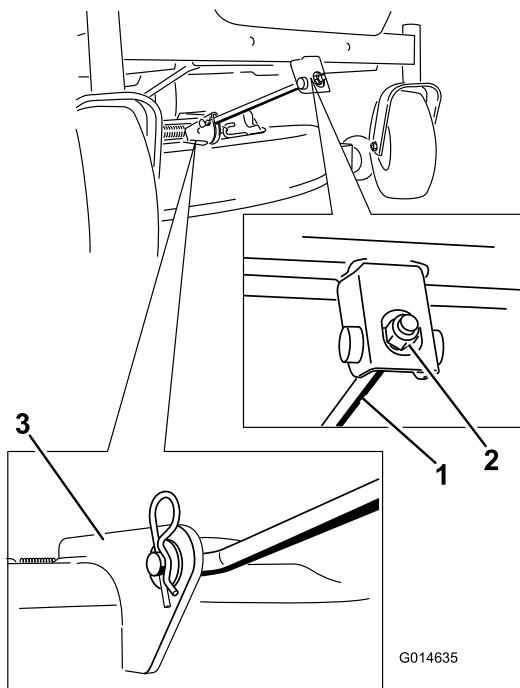

Bild 67
4. Entfernen Sie den Splint von der vorderen Stützstange und entfernen Sie die Stange von der Mähwerkhalterung (Bild 67). Lassen Sie die Vorderseite des Mähwerks vorsichtig auf den Boden ab.
6. Befestigen Sie die vordere Stützstange mit den Lastlösenbolzen und Splints am Mähwerk (Bild 67).